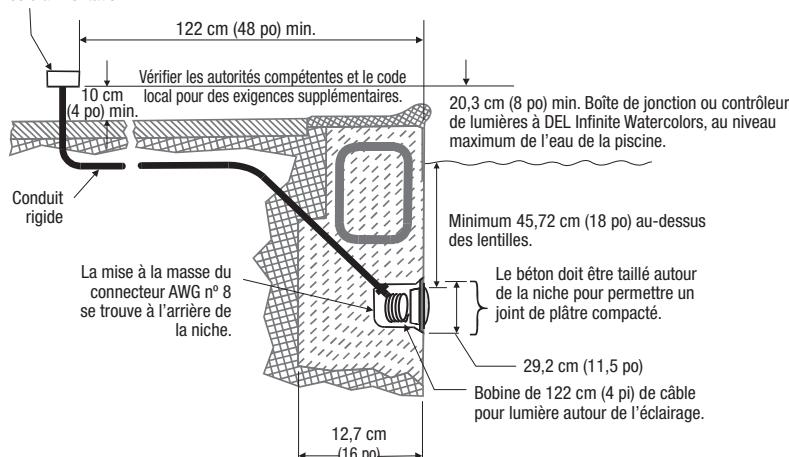

Figure 1. Installation des lumières Jandy Infinite WaterColors
**REMARQUE :** L'électricien doit exécuter les étapes préparatoires avant d'installer l'appareil d'éclairage. Voir la Figure 1.
1. La boîte de jonction ou le contrôleur de lumières à DEL Infinite WaterColors convenant à une connexion directe par conduit aux lumières doit être situé à au moins huit (8) pouces au-dessus du niveau de l'eau, à au moins quatre (4) pouces au-dessus du niveau du sol et à au moins 48 pouces (4 pieds) de bord de la piscine, ou tel que requis par le code local. Se reporter à la *Figure 1*.
2. L'appareil d'éclairage et tous les objets métalliques à moins de cinq pieds (5) de la piscine doivent être reliés électriquement à un point fiable de mise à la terre de manière sûre.
3. Une niche humide doit être installée de façon à ce que le bord supérieur du projecteur subaquatique soit à au moins 18 pouces sous la surface de l'eau de la piscine. Voir la *Figure 1*.
4. La niche humide doit être adéquatement reliée électriquement et mise à la terre au moyen d'un connecteur de terre AWG n° 8 proche de l'arrière de la niche. Voir la *Figure 1*.
1. Acheminer le cordon à travers le conduit jusqu'à la boîte de jonction, en laissant au moins quatre (4) pieds de cordon au niveau de l'appareil d'éclairage pour l'enrouler dans la base de la niche de lumière, voir *Figure 1*. Les quatre (4) pieds de cordon permettent d'entretenir la lumière une fois la piscine remplie d'eau.
2. Couper le cordon au niveau de la boîte de jonction, en laissant au moins six (6) pouces de cordon pour effectuer les connexions.
3. Dénuder six (6) pouces de la gaine extérieure du cordon pour exposer les trois fils isolés. *Veiller à ne pas endommager l'isolation sur les trois (3) fils intérieurs.*
5. Enrouler la longueur de cordon de quatre (4) pieds autour de l'appareil d'éclairage ou dans la base de la niche de la piscine, et placer l'ensemble de l'éclairage dans la niche.
- La boîte de jonction ou le contrôleur de lumières à DEL Infinite WaterColors convenant à une connexion directe par conduit aux lumières doit être situé à au moins huit (8) pouces au-dessus du niveau de l'eau, à au moins quatre (4) pouces au-dessus du niveau du sol et à au moins 48 pouces (4 pieds) de bord de la piscine, ou tel que requis par le code local. Se reporter à la Figure 1.
- L'appareil d'éclairage et tous les objets métalliques à moins de cinq pieds (5) de la piscine doivent être reliés électriquement à un point fiable de mise à la terre de manière sûre.
5. Laisser au moins quatre (4) pieds de cordon au niveau de l'appareil d'éclairage pour l'enrouler dans la base de la niche de lumière, voir *Figure 1*. Ceci permet d'entretenir la lumière une fois la piscine remplie d'eau.
6. Couper le cordon au niveau de la boîte de jonction, en laissant au moins six (6) pouces de cordon pour effectuer les connexions.
7. Dénuder six (6) pouces de la gaine extérieure du cordon pour exposer les trois fils isolés. *Veiller à ne pas endommager l'isolation sur les trois (3) fils intérieurs.*